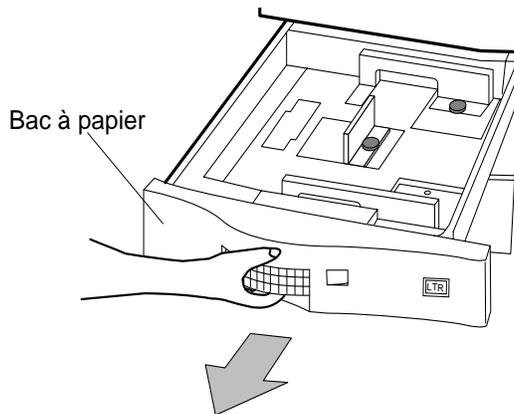

Figure 3-1 Retrait du bac à papier standard
1. Tirez le bac à papier standard comme illustré à la Figure 3-1.